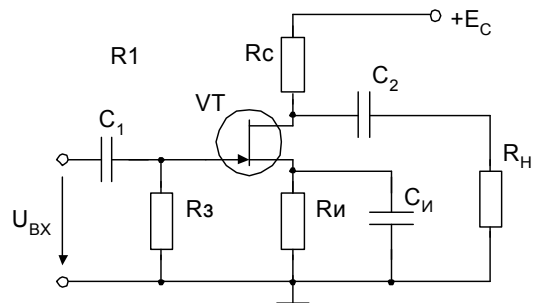

Рис. 19
4.15. В усилительном каскаде с ОИ на ПТ (рис. 19) $R_3 = 560 \text{ кОм}$, $R_C = 3 \text{ кОм}$, $R_{И} = 1 \text{ кОм}$, $R_{Н} = 10 \text{ кОм}$, $S = 10 \text{ мА/В}$. Резистор $R_{И}$ не шунтирован конденсатором. Определить параметры по переменному току.